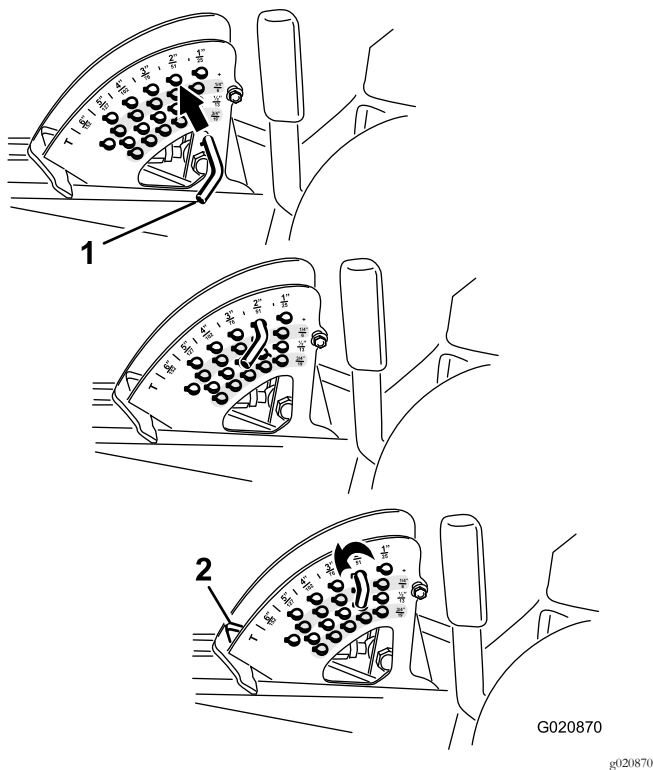

Figura 27
2. Gire el pasador de tope hasta que el pasador cilíndrico que contiene se alinee con las ranuras de los taladros del soporte de altura de corte y retire el pasador (Figura 27).
3. Seleccione un taladro del soporte de altura de corte que corresponda a la altura de corte deseada, inserte el pasador y gírelo para bloquearlo en esa posición (Figura 27).
Nota: Hay cuatro filas de taladros (Figura 27). La fila superior corresponde a la altura de corte impresa encima del pasador. La segunda fila corresponde a la altura impresa más 6 mm. La tercera fila corresponde a la altura impresa más 13 mm. La fila inferior corresponde a la altura impresa más 19 mm. Para la posición de 15,2 cm hay un solo taladro, situado en la segunda fila. Esta posición no añade 6 mm a la altura de 15,8 cm.